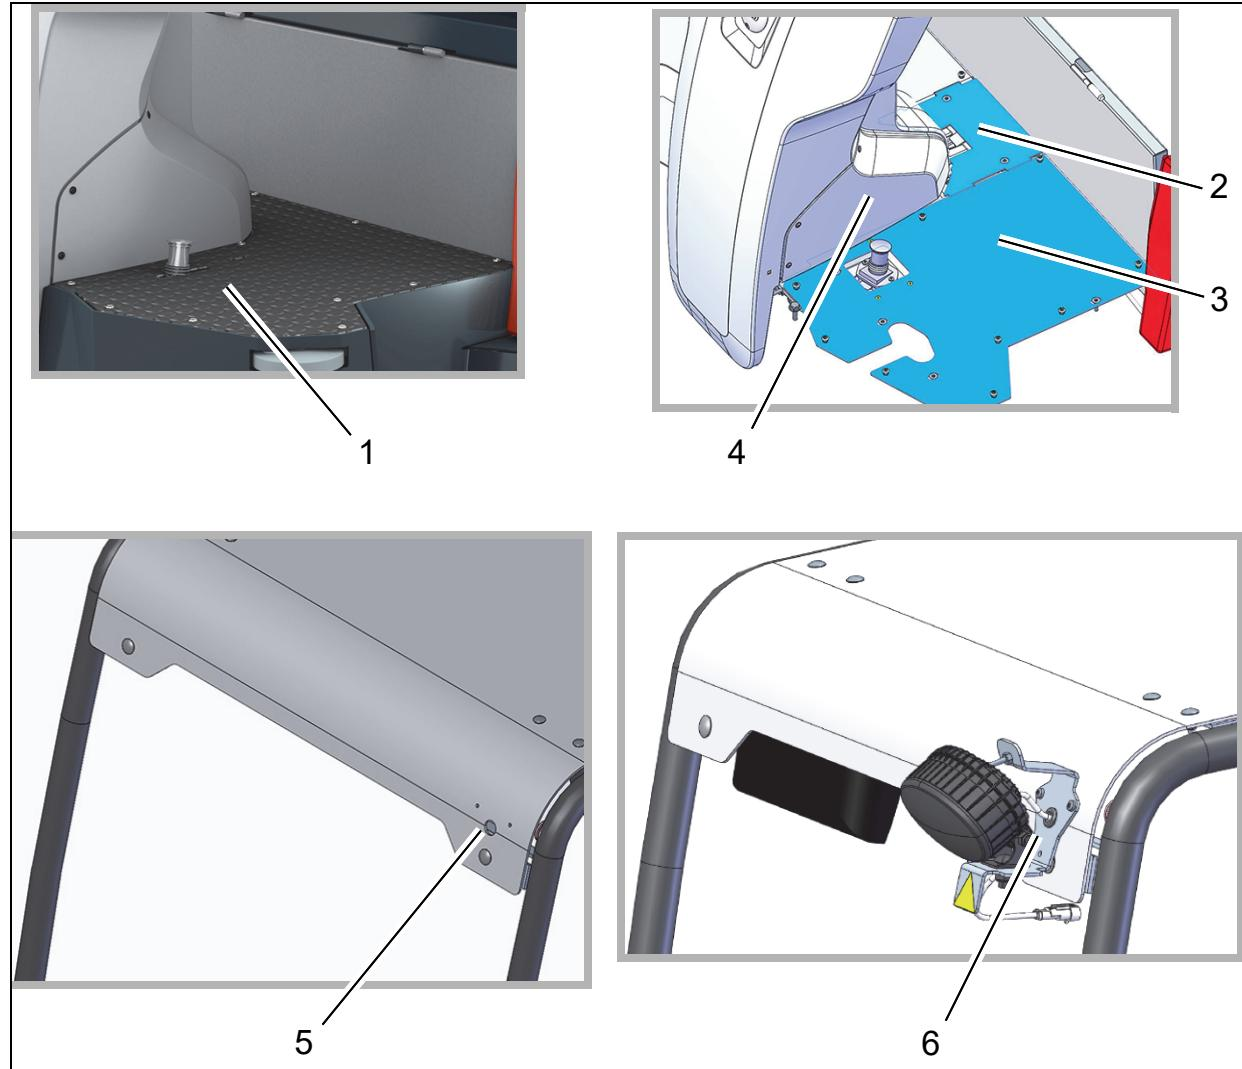

Abb. 2
1. Bodenmatte (Abb. 2/1) entfernen.
2. Mittleres Bodenblech (Abb. 2/2) demontieren.
3. Linkes Bodenblech (Abb. 2/3) demontieren.
4. Motorabdeckung (Abb. 2/4) demonstrieren.
1. Kabel des vormont. Blue Spot durch die Bohrung auf der linken Seite des Fahrerschutzdachs führen (Abb. 2/5).
2. Vormont. Blue Spot mit den beiden Linsenschrauben M5x12 (gewindefurchend) am Fahrerschutzdach befestigen (Abb. 2/6).